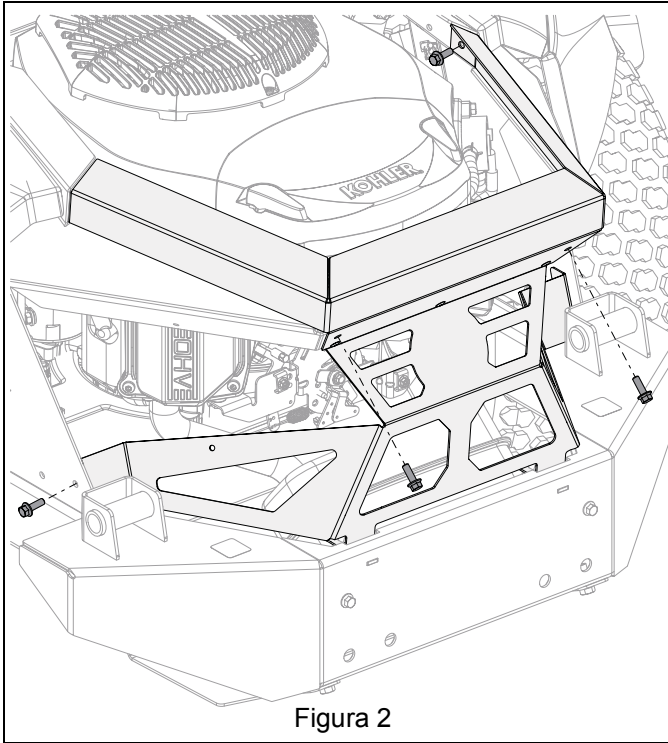

Figura 2
1. Quite la tornillería que retiene la cubierta del motor y desmóntela. Consulte la Figura 2.
6. Monte de nuevo la cubierta del motor y asegúrela con la tornillería original. Consulte la Figura 2.